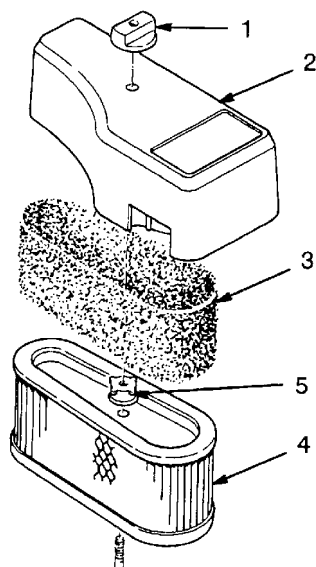

Bild 16
2. Schrauben Sie die Verschlusschraube los und entfernen den Luftfilterdeckel (Bild 16).
3. Schieben Sie den Schaumstoffeinsatz vorsichtig vom Papiereinsatz herunter (Bild 16).
4. Schrauben Sie die Mutter los und entfernen den Papiereinsatz (Bild 16).
2. Schieben Sie das Schaumelement vorsichtig auf den Papiereinsatz (Bild 16).
3. Schieben Sie den Luftfilter auf die lange Stange. Ziehen Sie die Mutter fest (Bild 16).
4. Bringen Sie die Luftfilterabdeckung und Verschlusschraube an (Bild 16). Ziehen Sie das Feststellrad fest.